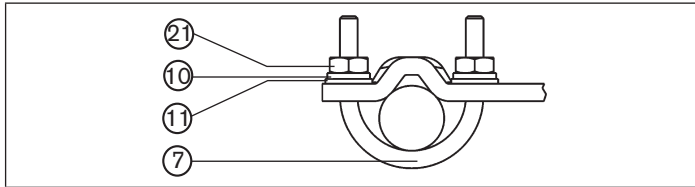

Imagen 11: Fijación de posicionador con escuadra de montaje en actuadores con yugo
- Fije la escuadra de montaje al yugo con la brida en U (7), las arandelas (11), las arandelas elásticas (10) y las tuercas de cabeza hexagonal (21) (ver «Imagen 11»).